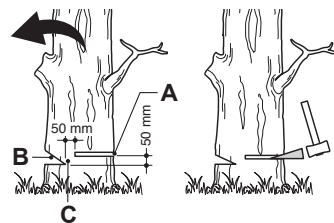

Fig. 29
Effectuez une entaille (Fig. 29, B) d'une profondeur égale à 1/3 du diamètre de l'arbre, perpendiculairement au sens de la chute (Fig. 29). Faites la coupe horizontale en premier. Ainsi, la chaîne et le guide-chaîne ne risqueront pas d'être coincés dans le bois lorsque vous ferez la deuxième entaille.
- > Le trait d'abattage (Fig. 29, A) doit être situé au moins 5 cm au-dessus de la ligne horizontale de l'entaille d'abattage (Fig. 29), et il doit être strictement parallèle à celle-ci. Laissez entre l'entaille et le trait d'abattage une épaisseur de bois assez conséquente pour pouvoir constituer une charnière. La charnière (Fig. 29, C) a pour but d'éviter que l'arbre ne pivote et tombe dans la mauvaise direction. Ne la coupez pas.